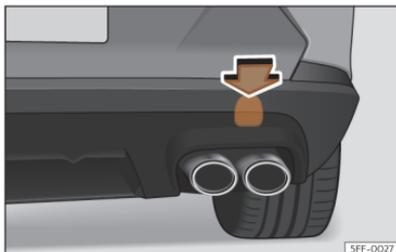

Abb. 201 Auf der rechten Seite des hinteren Stoßfängers: Abdeckung entfernen.
Die Abschleppöse wird in die hinter einer Abdeckung auf der rechten Seite des hinteren Stoßfängers befindliche Aufnahme eingeschraubt >>> **(Abb. 201)**.
- Drücken Sie auf den oberen Bereich der Abdeckung >>> **(Abb. 201)** und klinken Sie diese aus.